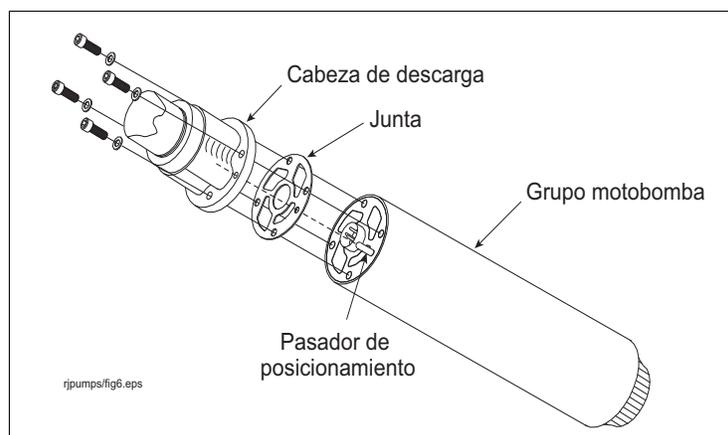

Figura 7. Alineación de la junta del grupo motobomba
- Coloque la nueva junta en el grupo motobomba nuevo para que todos los orificios estén alineados (véase la Figura 7).
- Instale los pernos de retención y las arandelas de seguridad del grupo motobomba (véase la Figura 7). Apareje los pernos y, a continuación, apriételos siguiendo un patrón transversal. Atornille con un par de torsión de 7 ft-lb (11 N•m).